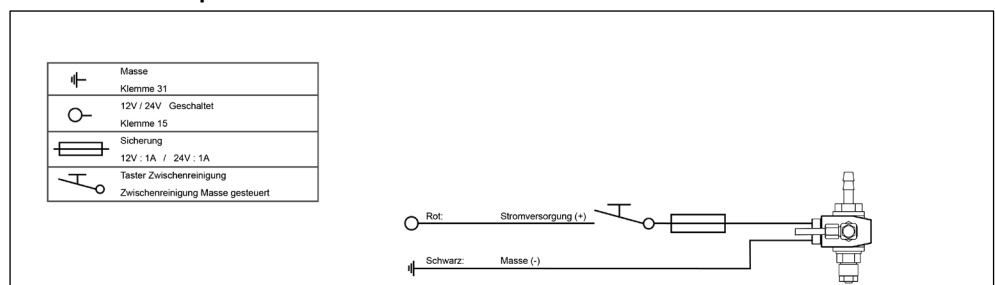
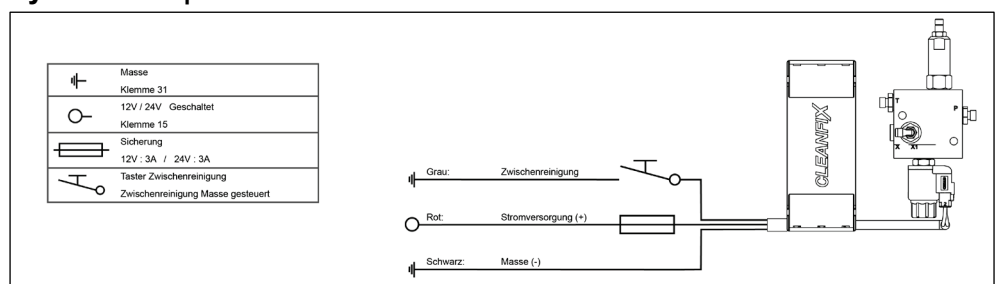

Abb. 65
Abb. 73
Ist eine geschaltete und abgesicherte Stromversorgung (Klemme 15) mit ausreichender Spannungsversorgung (siehe Abb. 65 - Abb. 73) vorhanden, kann diese verwendet werden.
- 40) Elektrokomponente an die Spannungsversorgung der Maschine anschließen (siehe Abb. 65 - Abb. 73).